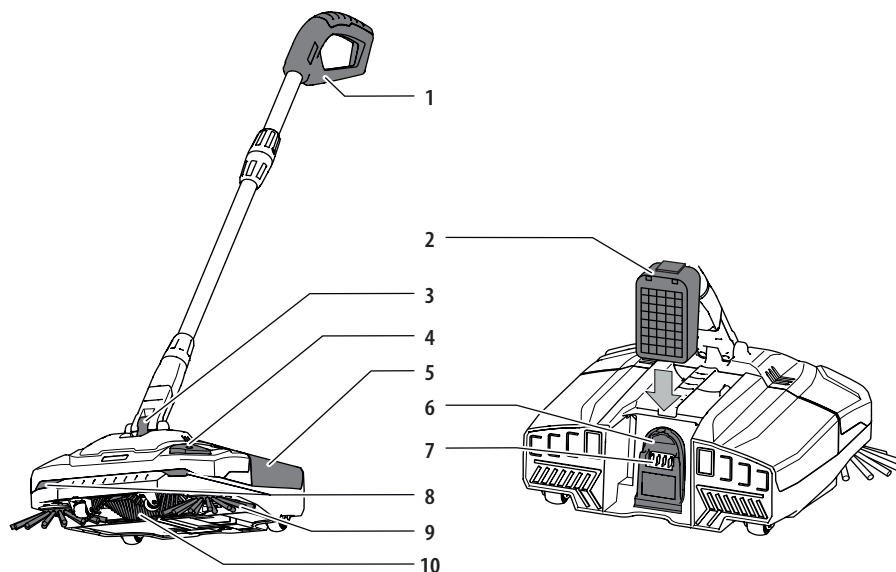

Fig. 1: Batteridreven fejmaskine i arbejdsposition
- I arbejdspositionen er håndtaget frit bevægeligt (se fig. 1).